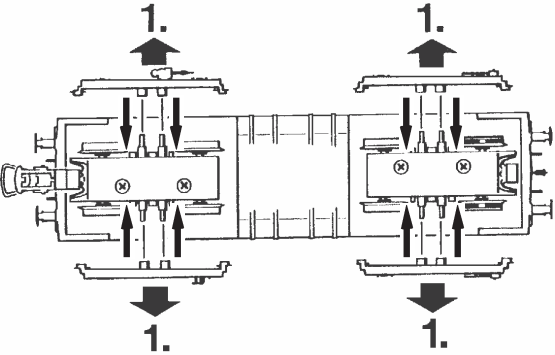

Fig. 7
3. Haftreifenwechsel: Zuerst die Drehgestellblende abnehmen (Fig. 7). Danach den **Radsatz** herausnehmen und die **Haftreifen** mit einer Nadel od. mit einem feinen Schraubendreher abziehen (Fig. 7). Beim Aufziehen der neuen Haftreifen darauf achten, dass diese sich nicht verdrehen.
3. Change of traction tyre: Remove the bogie blind (fig. 7). Take out **wheel set** and remove **traction tyre** using a pin or a fine screwdriver (fig. 7). When pressing on the new traction tyre please **avoid twisting it**.
3. Échange des bandages d'adhérence: Démontez d'abord **les flancs de bogies** des engrenages (fig. 7). Délogez ensuite les essieux bandagés et enlevez, à l'aide d'une aiguille ou d'un tourne-vis fin, les bandages d'adhérence (fig. 7). Lors du montage des nouveaux bandages veuillez veiller à ce que les bandages **ne soient pas tordues**.